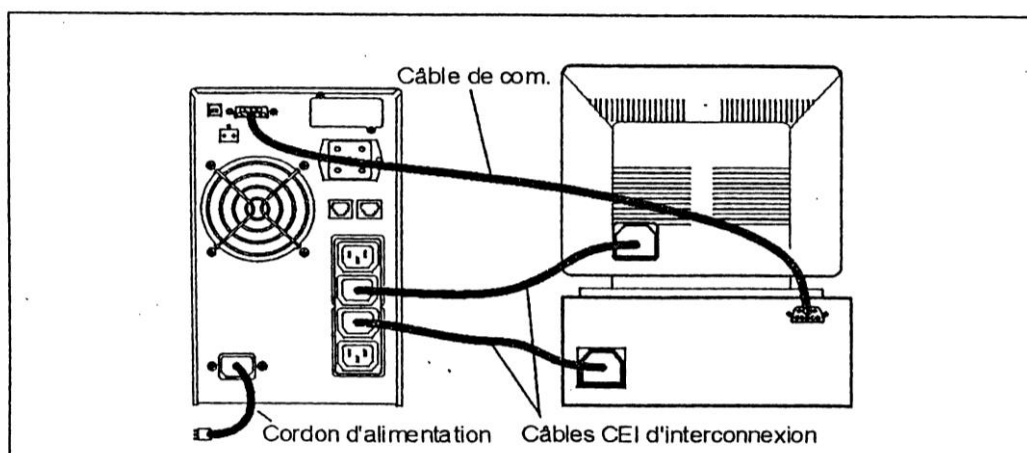

Fig. 3 – Exemple d'installation de produits Plug&Play.
- Après recharge de la batterie, connectez les charges à l'onduleur (voir un ex dans la fig 3).